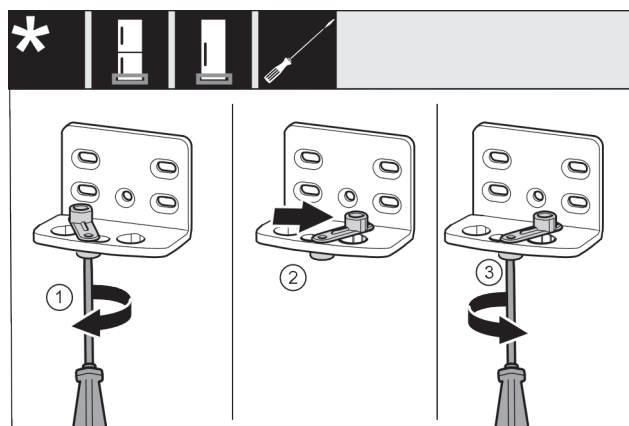

Fig. 19
- Lironi plotësisht vidën Fig. 19 (1) me një kaçavidë.
- Ngrini lart ndihmën e mbylljes së derës Fig. 19 (2) dhe rrotullojeni brenda vrimës me 90° nga e djathta.
- Mbërtheni fort vidën Fig. 19 (3) me kaçavidë.